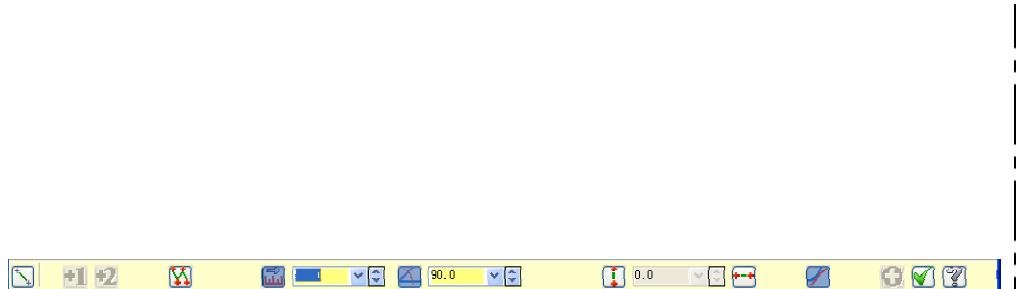

图 4-94 绘制中心线
- 01 绘制中心线。单击“基本绘图”工具栏中的“绘制任意线”按钮 + ，在“光标自动抓点”工具栏中的坐标输入框内输入中心线的起点坐标值为(0, -5, 0)，按回车键。再输入终点坐标值(0, 45, 0)，按回车键，如图 4-94 所示，单击“确定”按钮 \checkmark 。